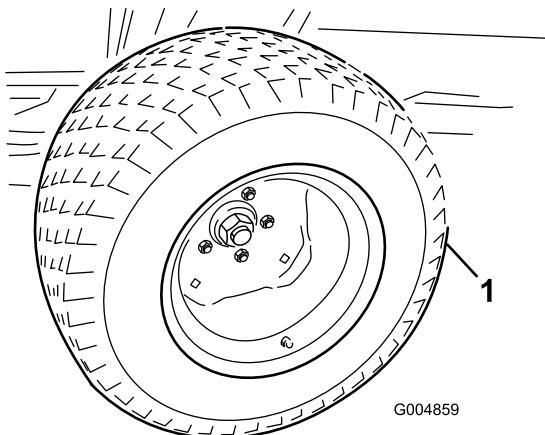

Рисунок 109
31. Приложив зимнюю раму к задней раме, поднимите напольный домкрат на достаточную высоту, чтобы снять летние ведущие колеса (Рисунок 109).